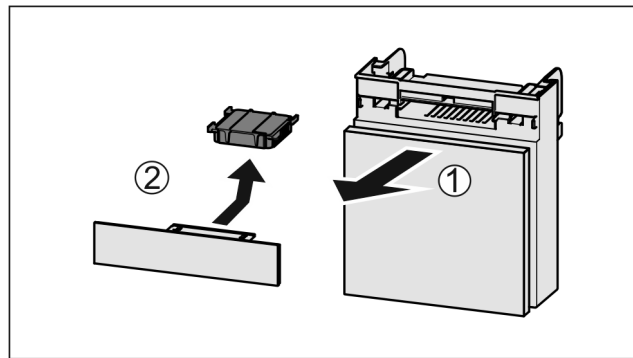

Fig. 80
- ▶ Вытянуть Fig. 80 (1) отделение движением вперед.
- ▶ Извлечение Fig. 80 (2) фильтра с активированным углем.